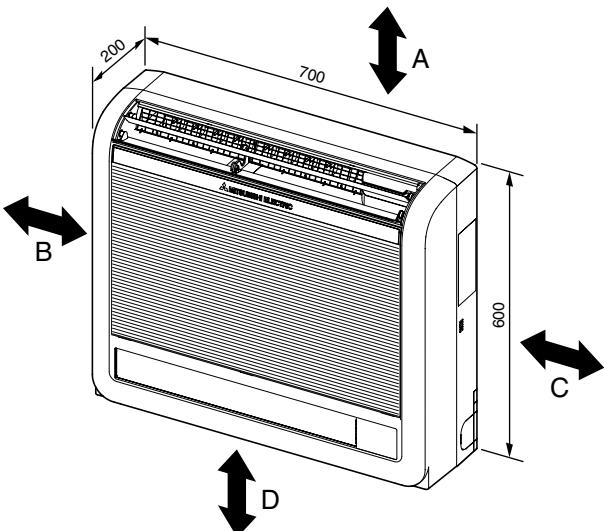

Fig. 2-1
①	排水管	1
②	管套	1
③	带子	2
④	室内机组固定支架	1
⑤	紧固螺钉：④ 4 × 25 毫米	5
⑥	用于室内机组固定的木螺钉	4
⑦	垫圈 ⑥	4
⑧	胶带（用于左侧或左后管道）	1
⑨	MA遥控器电缆	1
2.1. 外形尺寸 (室内机组) (Fig. 2-1)